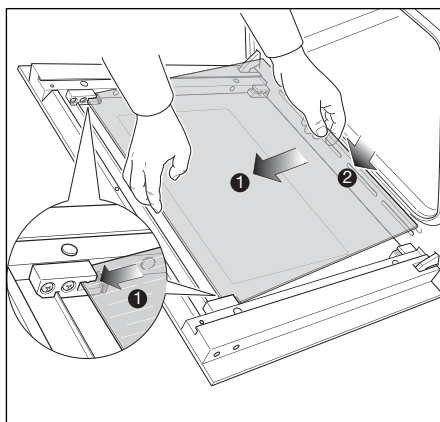
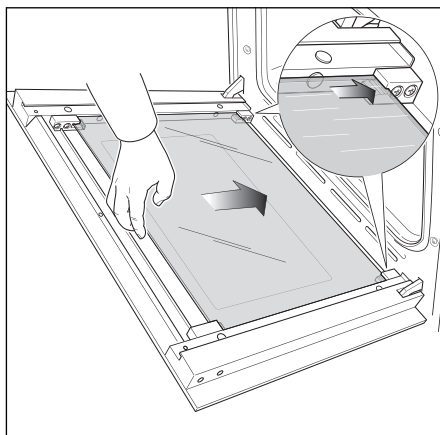

Fig. 46b
Fig. 46c
- Insérez en douceur le bord supérieur de la vitre dans les pinces supérieures (flèche 1 sur la Fig. 46b), puis abaissez la vitre et insérez le bord inférieur dans les pinces inférieures (flèche 2 sur la Fig. 46b) ; ensuite, faites glisser la vitre en position (Fig. 46c).